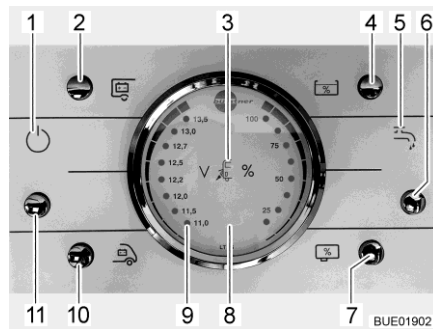

Fig. 184 Panneau de contrôle LT 96
La touche (Fig. 184,11) allume ou éteint le panneau de contrôle et l'alimentation 12 V de la cellule.
Mettre en marche : ■ Appuyer sur la touche (Fig. 184,11) : L'alimentation 12 V de la cellule est assurée. Le voyant de contrôle (Fig. 184,1) s'allume.
Mettre hors service : ■ Appuyer sur la touche (Fig. 184,11) : L'alimentation 12 V de la cellule est coupée. Le voyant de contrôle (Fig. 184,1) s'éteint.
Observer la graduation de gauche sur l'indicateur de charge/de niveau de réservoir (Fig. 184,8). L'indicateur s'éclaire automatiquement dès qu'une touche est pressée.
- Appuyer sur la touche (Fig. 184,10) : La tension de la batterie de démarrage est affichée.
- Appuyer sur la touche (Fig. 184,2) : La tension de la batterie de cellule est affichée.
Observer la graduation de droite sur l'indicateur de charge/de niveau de réservoir (Fig. 184,8). L'indicateur s'éclaire automatiquement dès qu'une touche est pressée.
- Appuyer sur la touche (Fig. 184,4) : Le niveau du réservoir d'eau est affiché.
- Appuyer sur la touche (Fig. 184,7) : Le niveau du réservoir d'eaux usées est affiché.
- Appuyer sur la touche (Fig. 184,6) : L'alimentation en eau est activée. Le voyant de contrôle de la pompe à eau (Fig. 184,5) s'allume.
- Appuyer sur la touche (Fig. 184,6) : L'alimentation en eau est désactivée. Le voyant de contrôle de la pompe à eau (Fig. 184,5) s'éteint.
Le voyant d'alerte rouge "ALARM" (alarme) (Fig. 184,9) clignote dès que la charge de la batterie de cellule descend en dessous de 11 V (mesurée en marche) et qu'il y a risque de décharge profonde des batteries.
Le voyant de contrôle 12 V (Fig. 184,1) s'allume dès que la touche principale 12 V (Fig. 184,11) est enclenchée.
Le voyant de contrôle 230 V (Fig. 184,3) s'allume si l'arrivée du bloc électrique est sous tension de réseau.